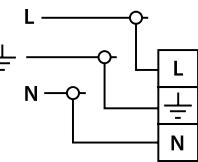

Рис. 1
- Присоедините подготовленные концы проводов к проводам светильника обозначенных L, N, GND способом допустимым «Правилами устройства электроустановок». Lumin'arte® рекомендует применять клеммные колодки (Рис. 1).